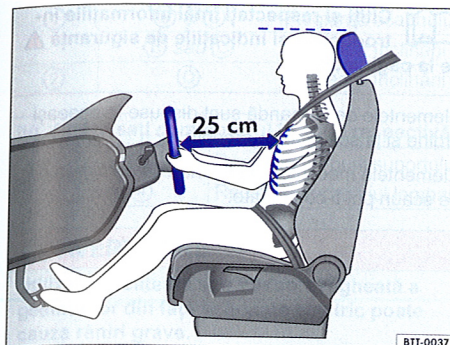
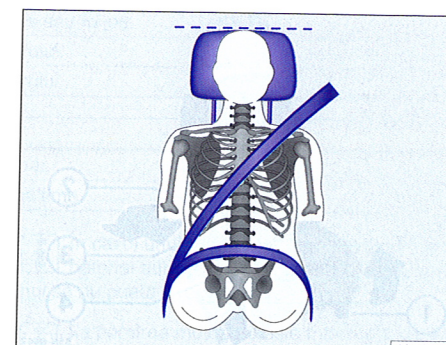

Fig. 38 Distanța șoferului față de volan trebuie să fie de cel puțin 25 cm.
Fig. 39 Aranjarea corectă a centurii de siguranță și reglarea corectă a tetierei.
- Reglați tetiera astfel încât marginea superioară a tetierei să se afle pe cât posibil la aceeași înălțime cu partea superioară a capului - totuși nu mai jos de nivelul ochilor. Așezați partea din spate a capului cât mai aproape de tetieră ⇒ fig. 38 și ⇒ fig. 39.
- Reglați volanul astfel încât distanța dintre volan și torace să fie de cel puțin 25 cm ⇒ fig. 38 și să puteți ține volanul cu ambele mâini și cu brațele ușor îndoite, de marginea exterioară.